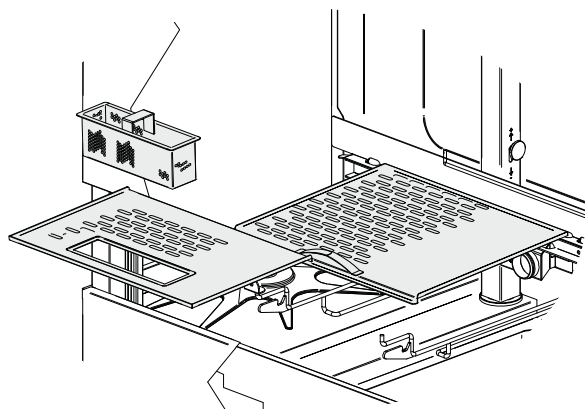

рис. 14
- После слива воды из бака извлеките фильтры и насосы (см. рис. 14 – 15). Соблюдайте осторожность, чтобы осадок не попал в баки. Почистите фильтры жесткой щеткой под струей воды под давлением.